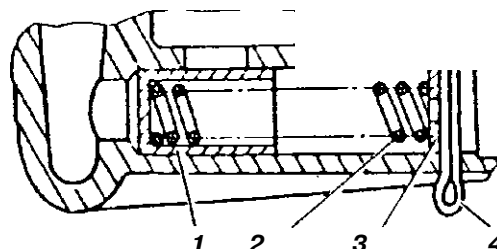

Рис. 4.60. Редукционный клапан: плунжер; 2 -пружина; 3 -шайба; 4 -шплинт
- извлеките шплинт 4 (рис. 4.60), выньте шайбу, пружину и плунжер редукционного клапана из приемного патрубка;